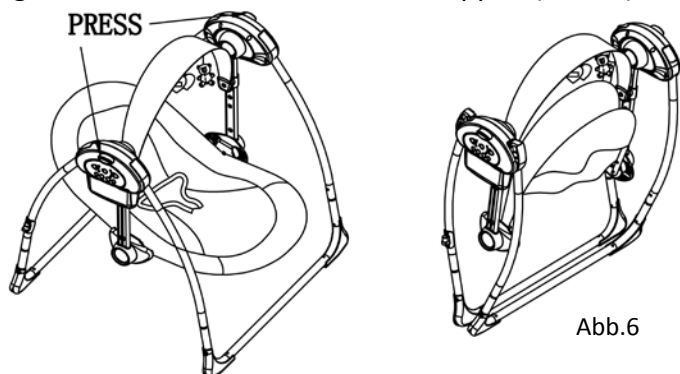

Abb.6
6. Einklappen: Schwenken Sie das Rohr der Kopf- und Fußstütze gemeinsam, bis sie oben aufeinander treffen. Drücken Sie dann auf die beiden Sperrtasten am linken und rechten Rahmen. Schwenken Sie das hintere und das vordere Rahmenrohr gemeinsam, um das Gerät einzuklappen (Abb. 6).